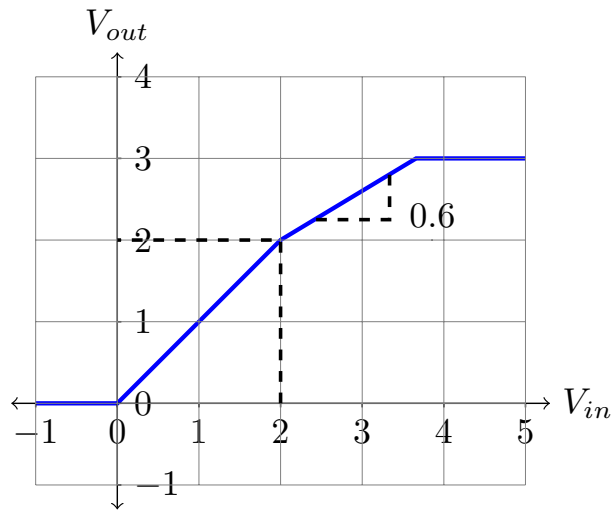

Figura 3: Función de transferencia del circuito limitador a diseñar.
Los circuitos limitadores con diodos son circuitos que se pueden utilizar para evitar saturar etapas de recepción de señales. Normalmente el circuito es definido a partir de su función de transferencia, la cual determina el comportamiento deseado para limitar a la señal de entrada de un receptor. La figura 3 es una función de transferencia dada para este problema.
1. Diseñe y compruebe en LTSpice un circuito limitador con únicamente diodos de silicio con tensión de encendido $V_{D_{ON}} = 1 \text{ V}$, de forma tal que cumpla con las especificaciones de transferencia dada en la figura 3. De ser necesario diseñe su propio modelo de diodo en LTSpice. (2 pts)